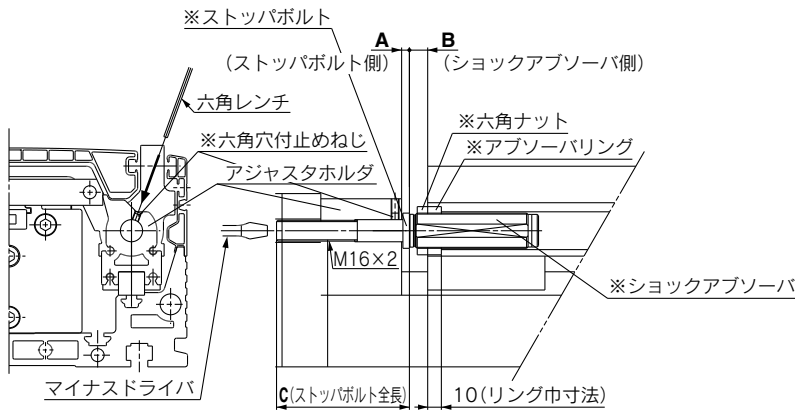

図1. ストローク調整部詳細
- ① ストップボルトの調整代Aは図1に示すように上面より六角レンチを挿入し、六角穴付止めねじを1回転程ゆるめた後ストップボルトをマイナスドライバにて調整してください。
● ストローク調整ユニットの構成は図1中の※部となります。